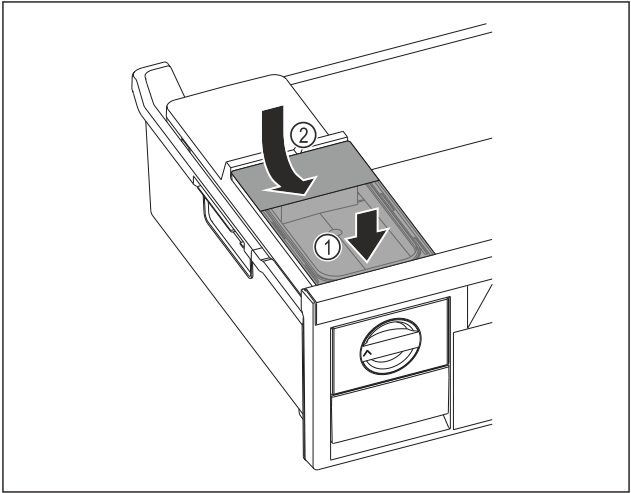

Fig. 129
- 放置水箱前部。 Fig. 129 (1)
- 放下水箱后部。 Fig. 129 (2)